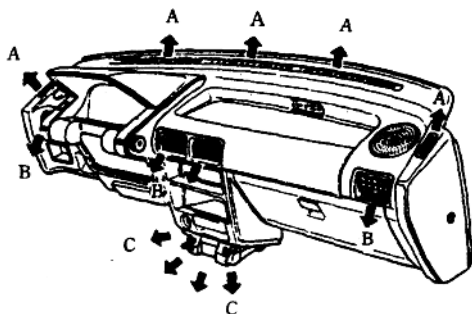

图 1-6 吹出空气的出风口
2. 出风口控制按钮：此按钮用来控制不同出风口流出的空气。夏利轿车设有 5 个不同的档位，可使空气从不同的出风口（如图 1-6 所示的 A、B、C 出风口）吹出。当将按钮置于“”档位时，空气从 B 口吹出；置于“”档位时，空气从 B、C 口吹出；置于“”档位时，空气从 C 口吹出；置于“”档位时，空气从 A、C 口吹出；置于“”档位时，空气从 A 口吹出。